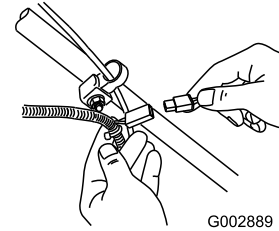

Figura 26
1. Conecte el cargador al arnés de cables situado debajo de la llave de contacto (Figura 26).